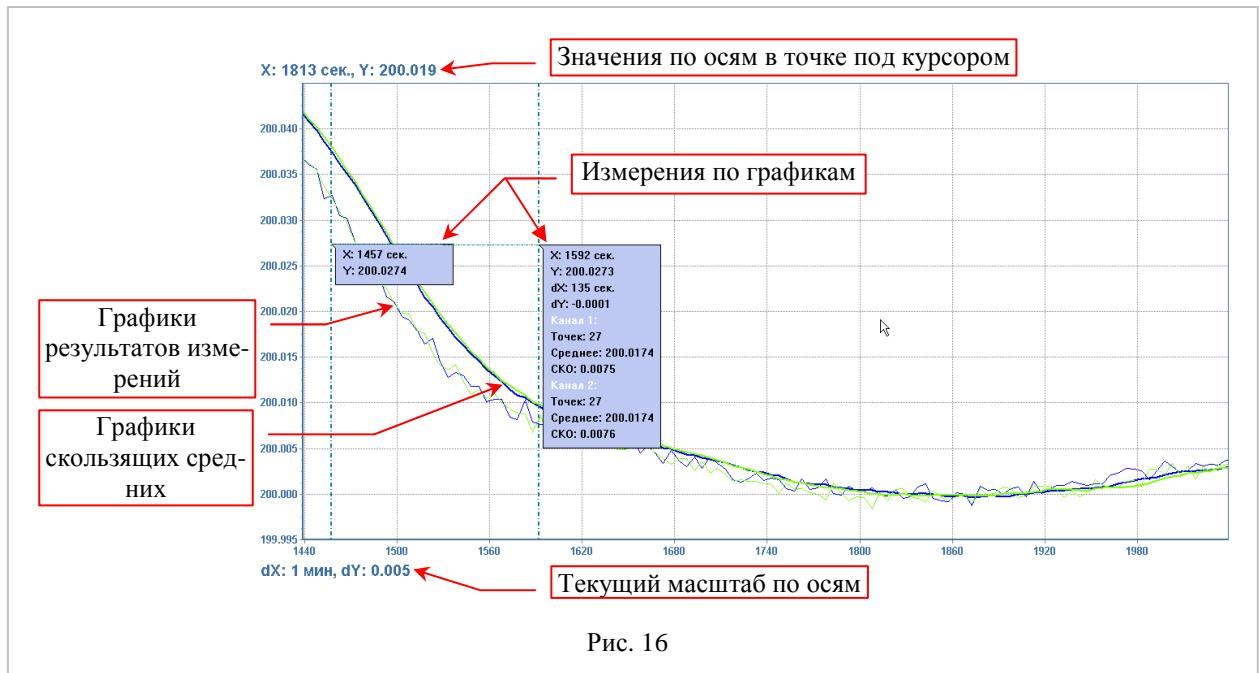

Рис. 16
2.4.4 График результатов измерений (рис.16)